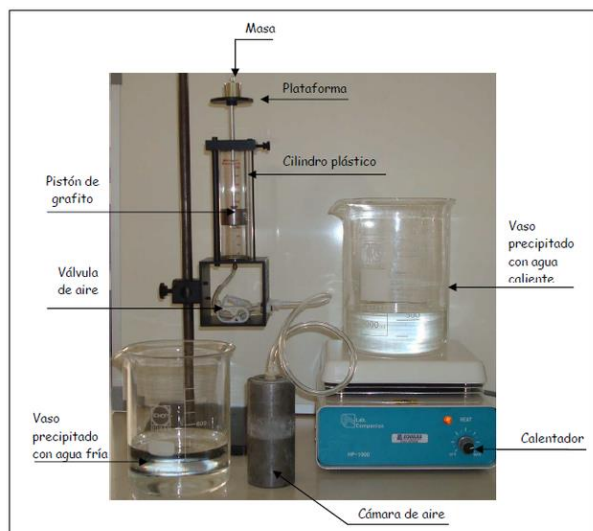

Figura 1: fotografía del montaje experimental de la máquina térmica que levanta masas.
- Implementar al montaje experimental mostrado en la figura 1. Se deben poner 400ml de agua a temperatura ambiente en el vaso de 1000ml , y en el vaso de 2000ml se deben poner 400ml con agua caliente a una temperatura cercana a 70°C . Esto último se puede lograr poniendo 300ml de agua hirviendo y 100ml de agua de la llave, para hervir el agua utilice el hervidor disponible en el laboratorio. El propósito del calentador eléctrico es mantener la temperatura del agua caliente a 70°C .
- Realizar un ciclo completo con la máquina térmica. Se sugiere levantar el pistón unos pocos centímetros antes de cerrar la válvula de entrada del aire (ver figura 1). Note que el aire se filtra fuera del cilindro lentamente, por lo tanto si una masa grande está siendo elevada la filtración aumenta y por ello se sugiere que el límite máximo de la masa agregada en la plataforma de levantamiento sea 150g .